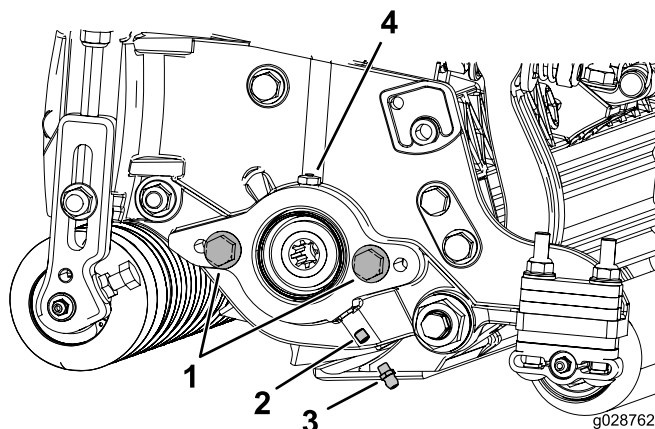

Figura 6
1. Togliete ed eliminate la vite di arresto sulla piastra laterale del motore dei cilindri (Figura 6).
2. Montate il raccordo d'ingrassaggio diretto (Figura 6).
3. Se non sono presenti viti a testa cilindrica sulla piastra laterale del motore dei cilindri, montatele (Figura 6).
5. Montate il motore dei cilindri e ingrassate la piastra laterale fino a quando il grasso in eccesso non fuoriesce dallo spurgo del grasso (Figura 6).